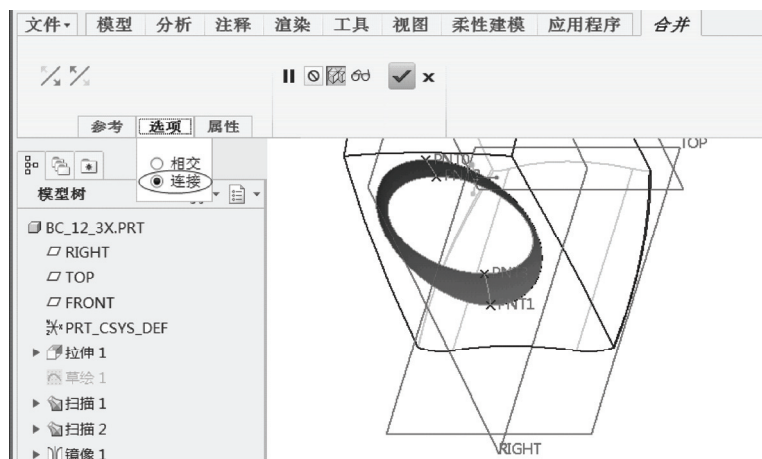

图 12-104 “连接”合并
3) 在“合并”选项卡中打开“选项”面板，从中选择“连接”单选按钮，如图 12-104 所示。